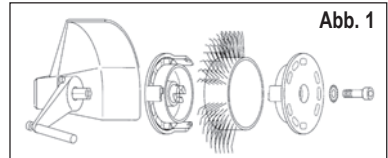
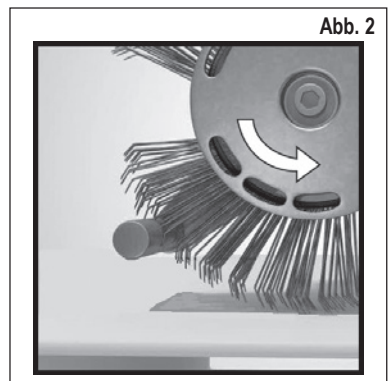

Abb. 1
Abb. 2
3. Druckluftversorgung unterbrechen und dann **MBX® Bristle Blaster®** Band 23 mm bzw. 11 mm ordnungsgemäß mit dem entsprechenden Aufnahmesystem (Laufrichtung beachten) und der dafür vorgesehenen Fächerscheibe und Schraube am Werkzeug befestigen. Siehe Abb. 1 und Abb. 2
- Verwenden Sie ein **MBX**® Band in der falschen Laufrichtung? – Richten Sie das Bürstenband so aus, dass es in die vorschriftsmäßige Richtung läuft (siehe Kapitel 7, Inbetriebnahme, Abb. 2).